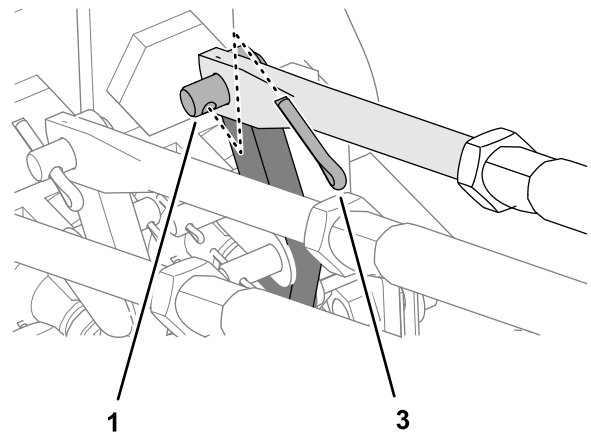

Figure 32
- Sur la vanne de commande, fixez la biellette de la tige de commande sur le levier de commande à l'aide d'une goupille fendue (**Figure 32**).